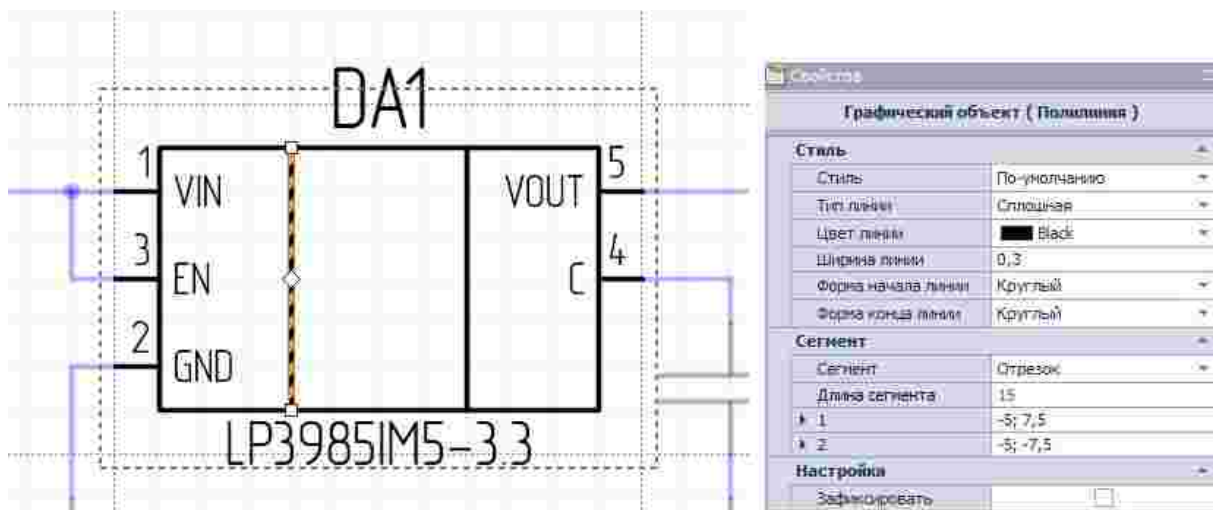

Рис. 35 Редактирование УГО компонента на схеме
2. Непосредственно на схеме УГО выбранного компонента будет представлено как в редакторе создания УГО компонента, см. Рис. 35. УГО будет обрамлено границами. В панели «Свойства» откроется доступ к редактированию представления УГО компонента.